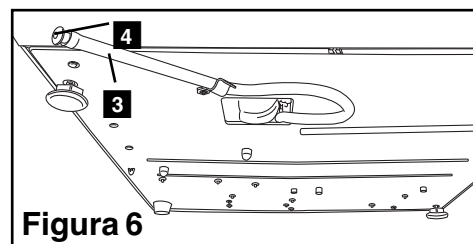

Figura 6
Para preparar la bomba Statim, siga los siguientes pasos (ver Figura 6):
2. Con un tubo de desagüe (ver sección 3.5 Preparación de la bomba Statim, Figura 6), vacíe el contenido del depósito en el contenedor de agua.